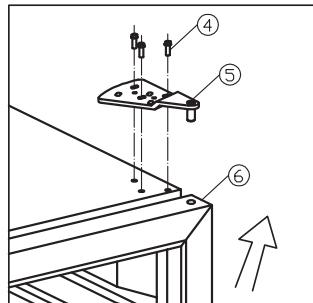
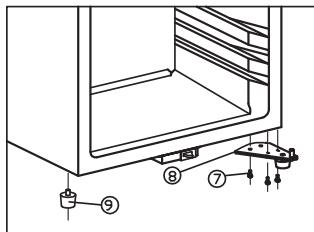

fig. 7.2
fig. 7.3
- Støtt døren mens du løsner og fjerner bunnbenslet, før du løfter av døren. Se fig. 7.2
- Monter av bunnbenslet (8)
- Monter av den høyre kabinettfoten (9) fra venstre side og monter den igjen på motsatt side. Se fig. 7.3